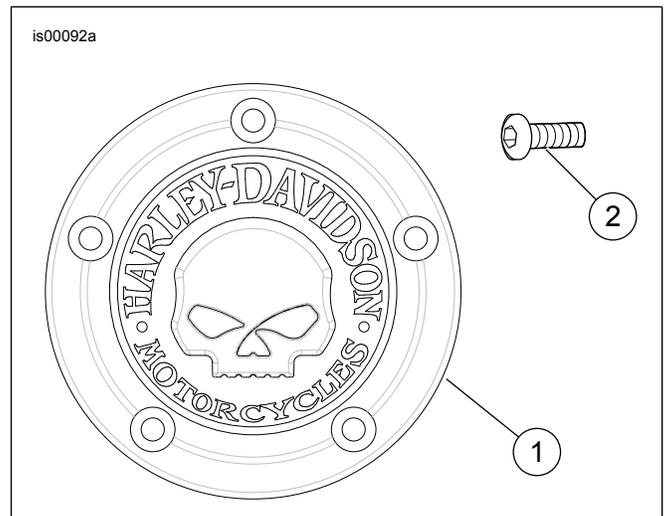

Figura 1. Piezas de servicio: Kit de cubierta para cronómetro
Consulte Figura 1 y Tabla 1 .
1. Vea la Figura 1. Extraiga y deseche los cinco tornillos de fijación de la cubierta original del cronómetro.
3. Coloque la nueva cubierta para cronómetro (1) en su posición y asegúrela con los tornillos TORX® (2). Ajuste.